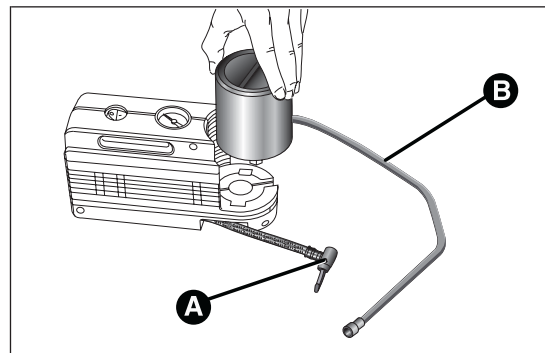

fig. 121
- ☐ desacoplar el acoplamiento A fig. 121;